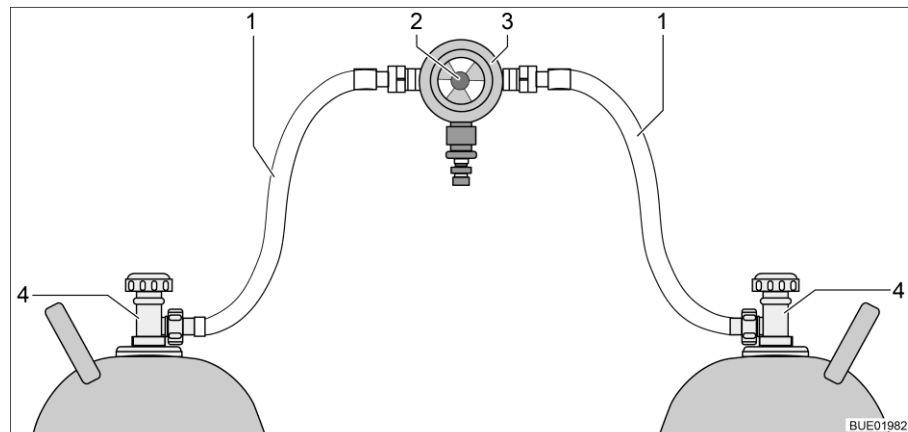
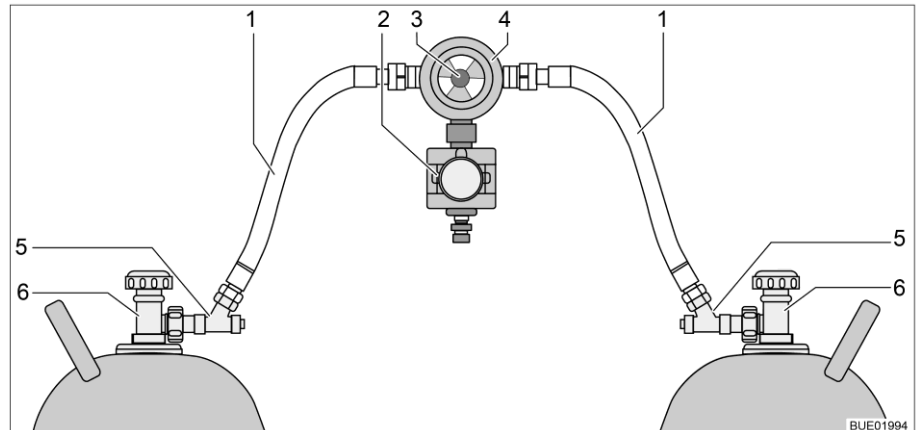

Fig. 182 Instalación de conmutación de bombonas de gas
Fig. 183 Instalación de conmutación de bombonas de gas con CPU
La instalación de conmutación de bombonas de gas consiste de un regulador de presión de gas combinado, con válvula selectora e indicador (Fig. 182,3). La instalación de conmutación de bombonas de gas está montada entre las dos gomas del gas (Fig. 182,1).
La instalación de conmutación de bombonas de gas consiste de un regulador de presión de gas combinado, con válvula selectora e indicador (Fig. 183,4) y una electroválvula (Fig. 183,2). En caso de una frenada a fondo, un accidente o una extrema posición inclinada, la electroválvula bloquea el suministro de gas al vehículo. La instalación de conmutación de bombonas de gas está montada entre las dos gomas del gas (Fig. 183,1) con dispositivos de seguridad en caso de rotura de manguera (Fig. 183,5).
Con el botón giratorio (Fig. 182,2 ó bien Fig. 183,3) en la instalación de conmutación de bombonas de gas se puede determinar cuál de las bombonas de gas se utilizará como bombona de servicio y cuál bombona de gas como bombona de reserva.
En la unidad de mando (Fig. 184) únicamente pueden conmutarse las funciones eléctricas. Las llaves de paso principales de las bombonas de gas (Fig. 182,4 ó bien Fig. 183,6) deben abrirse y cerrarse a mano.
- Abrir las llaves de paso principales en las bombonas de gas (Fig. 182,4 ó bien Fig. 183,6).
- Pulsar los dispositivos de seguridad en caso de rotura de manguera (Fig. 183,5), uno tras otro, por 10 segundos.
- Con el botón giratorio (Fig. 182,2 ó bien Fig. 183,3) en la instalación de conmutación, seleccionar la bombona de gas de la que habrá de tomarse el gas con prioridad (bombona de servicio). Girar el botón giratorio siempre hasta el tope.
- Cerrar las llaves de paso principales en las bombonas de gas (Fig. 182,4 ó Fig. 183,6).